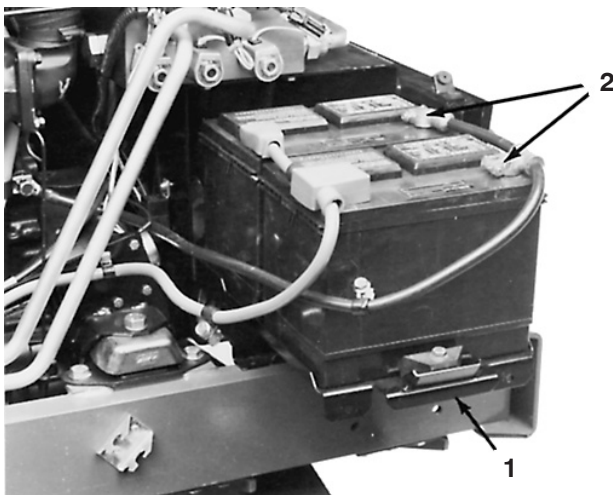

Bild 54
2. Nehmen Sie die Kopfschrauben ab, mit denen das Batteriefach an der Maschine befestigt ist, und schieben Sie das Fach heraus (Bild 54).
4. Ziehen Sie das Minuskabel (–) von den Batterien ab (Bild 54). Schließen Sie ein 3 bis 4 Ampere Ladegerät an die Batteriepole an. Laden Sie die Batterie bei einer Rate von 3 bis 4 Ampere vier bis acht Stunden lang auf.